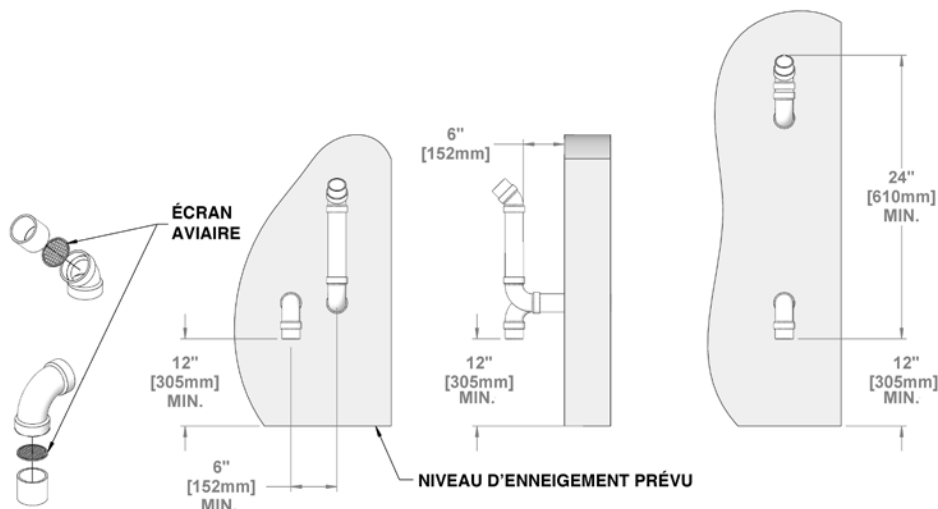

Figure 8 : Sortie d'évacuation au mur - applications à aération directe
- La hauteur de dégagement requise pour les deux conduits peut être obtenue au moyen d'une configuration de style « périscope » juste à la sortie du mur, puis en terminant la configuration conformément à ce qui est illustré à la figure 8.